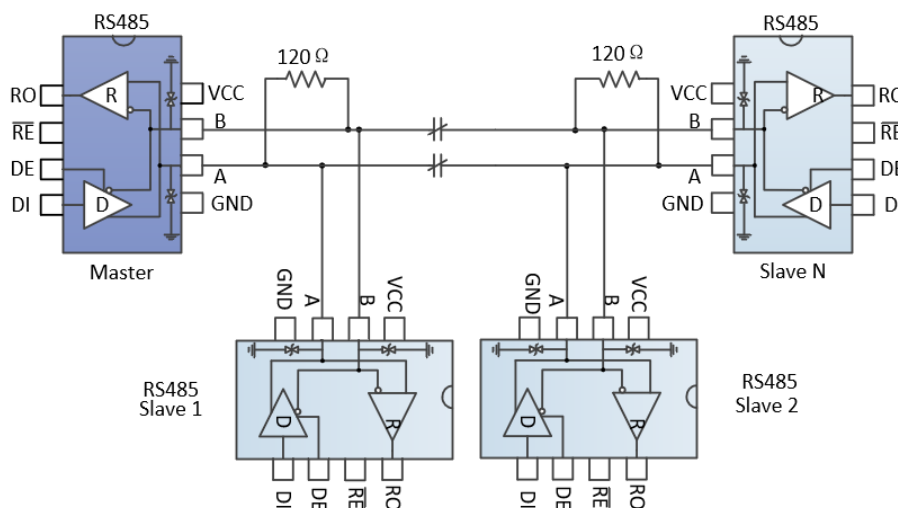

图 9 总线式 RS485 半双工通讯网络
4.1 总线式组网：MAX3485ED RS485 收发器设计用于多点总线传输线上的双向数据通信。图 9 显示了典型网络应用电路。这些器件也能用作电缆长于 4000 英尺的线性转发器，为减小反射，应当在传输线两端以其特性阻抗进行终端匹配，主干线以外的分支连线长度应尽可能短。